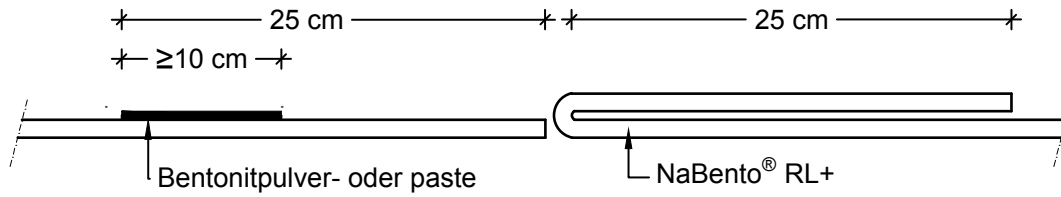

Abb. 7e: Ausführung von Querüberlappung mit Bentonit
- Querüberlappungen sind analog den Standard-NaBento-Typen auszuführen (s. Kapitel 8 und Abb. 7e)